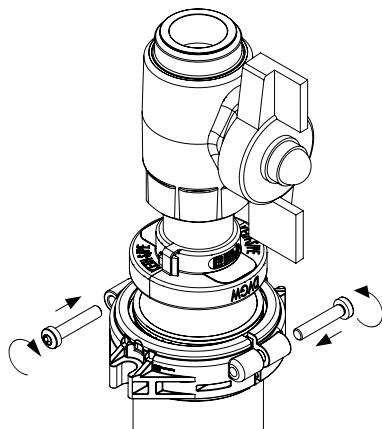

Abbildung 5.6: Klemmring verschrauben
- Nun den Klemmring mit den beiliegenden Schneidschrauben (6 mm) mit einem Steckschlüssel mit Innensechsrund TX 30 (Torx) verschrauben (s. Abbildung 5.6).